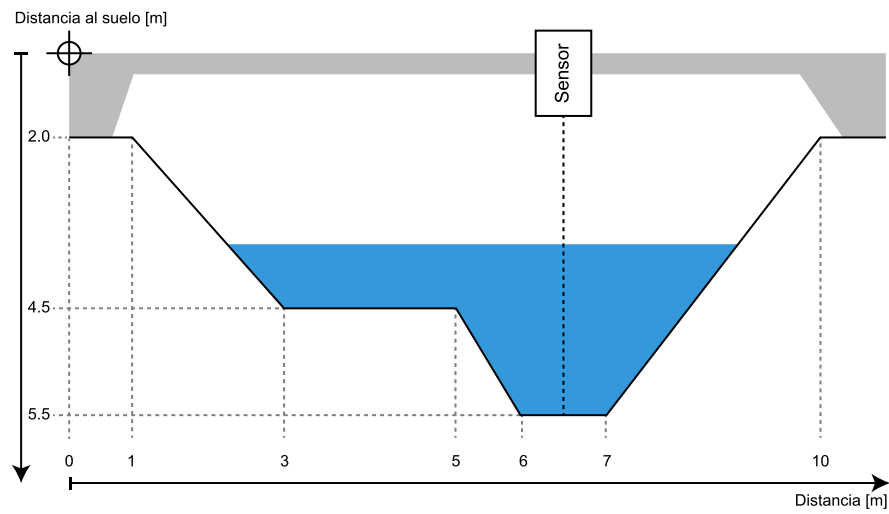

Figura 19 Perfil transversal con alturas relativas a la parte superior
- altura relativa a la parte superior con valores positivos hacia abajo, ver Figura 19